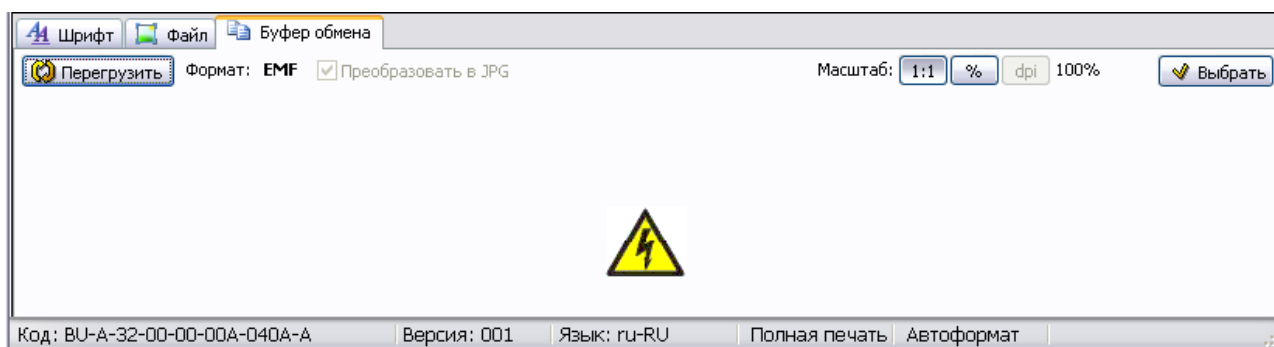

Рис. 5.31
6. Нажмите кнопку **Перезагрузить**. После этого изображение символа появится в окне (Рис. 5.31).